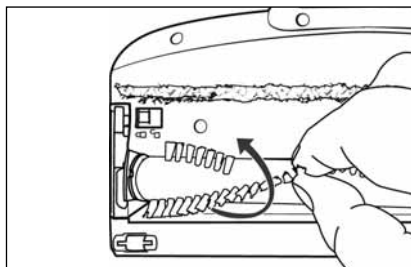

Bild 27
- 3) Fatta tag i rullborstens **21** borstspröt och dra ut den ur golvborsten **22**. Vrid lite på rullborsten **21** så går det lättare att ta av den (se bild 27).